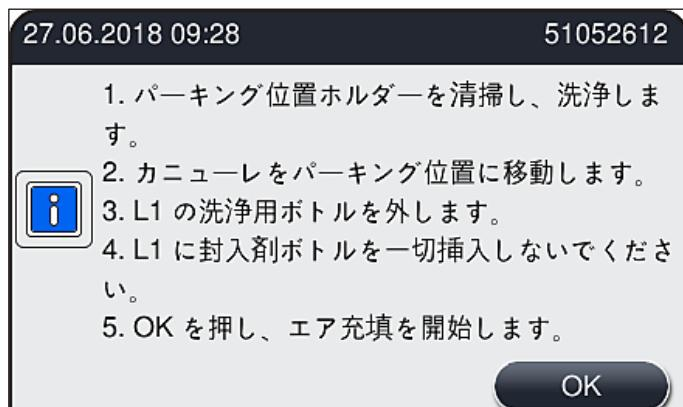

図 105
4. 続いて表示される情報メッセージと指示 (→ 図 105) に目を通し、Ok ボタンで確認します。